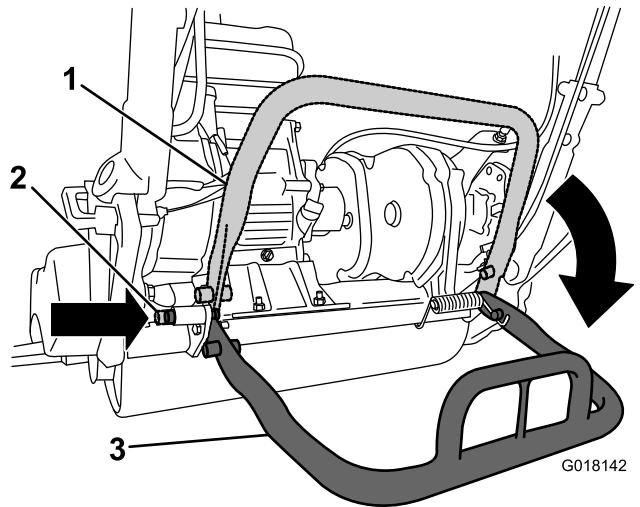

Bild 5
2. Senken Sie den Ständer ab und drücken Sie den Arretierbolzen ein, um den Ständer in der Wartungsstellung zu arretieren (**Bild 5**). Die Maschine sollte auf dem Arretierbolzen aufliegen.